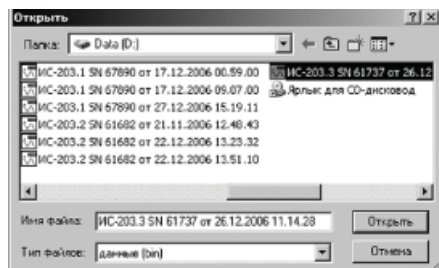
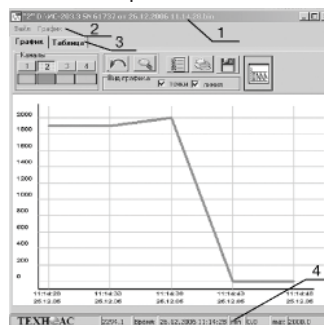

рис.17
рис.18
2) В окне располагаются 2 кнопки. Кнопка «Открыть файл», открывает файл с расширением \*.bin и строит график на основе данных файла. При ее нажатии открывается диалог (рис.17), где выбирается необходимый файл для просмотра. Нажать на кнопку «Открыть», в результате выводится окно с соответствующим графиком (рис.18).
3) Открыть выделенный файл. На экране появится окно, приведенное на рис. 18, где: